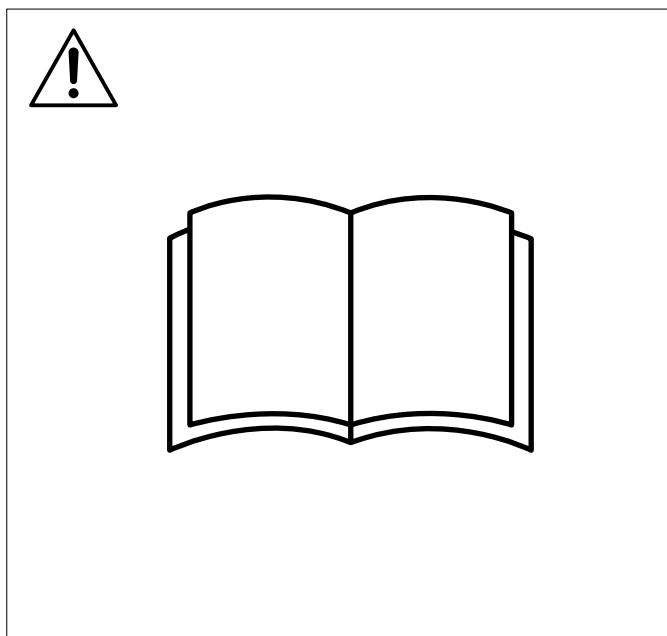

Fig.1
- b** Lea detenidamente el manual de usuario y asegúrese de que entiende las instrucciones antes de usar la máquina (*Fig. 1*).
- b** Перед началом работы внимательно прочитайте руководство по эксплуатации и убедитесь, что понимаете приведенные здесь инструкции (Fig. 1).
- b** Prima dell'uso, leggere per intero il manuale dell'operatore e accertarsi di aver compreso le istruzioni (Fig. 1).